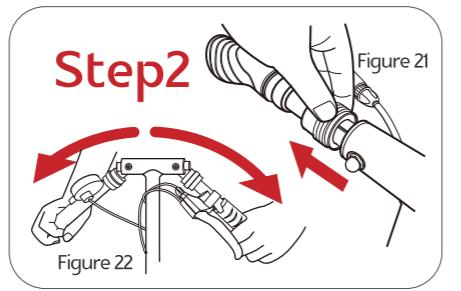

Figure 21
- 퀵 릴리즈 클램프를 끌어주시고 T-바를 최대로 아래쪽으로 쪽 내려주세요. 〈Figure21〉 슬라이딩 슬리브를 떼어주세요.
- 〈Figure21〉 킥스탠드를 접어주세요.